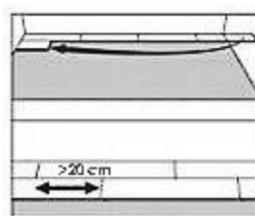

Figura 2
- Coloque el primer tablón de la segunda hilera efectuando un ligero ángulo hacia arriba, empujándolo hacia adelante y encajando la lengüeta lateral (Figura 2). Deslice el tablón hacia la derecha para alinear los bordes de la unión.